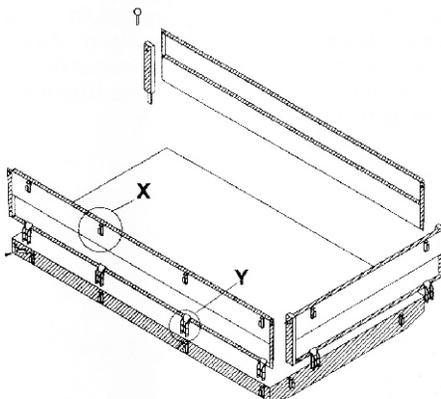

Fig. 5
6.4) Montagem das laterais e da frente, vide fig. 5.